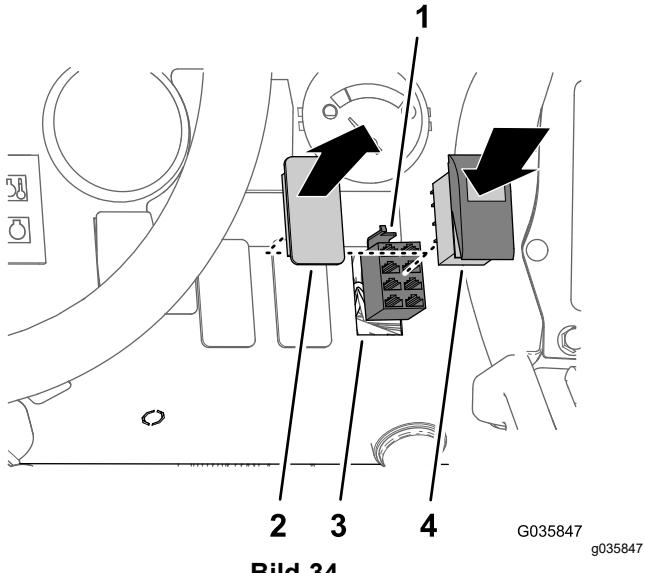

Bild 34
1. Entfernen Sie die Schalterblende im Bedienfeld an der in Bild 34 abgebildeten Stelle.
2. Schließen Sie den 8-Buchsen-Stecker des Kabelbaums des Finishingkits für den Ultra Sonic Boom, der mit SONIC MODE MANUAL VS. AUTO beschriftet ist, am Kippschalter an (Bild 34).
3. Setzen Sie den Kippschalter in die Öffnung im Bedienfeld, bis der Schalter einrastet (Bild 34).